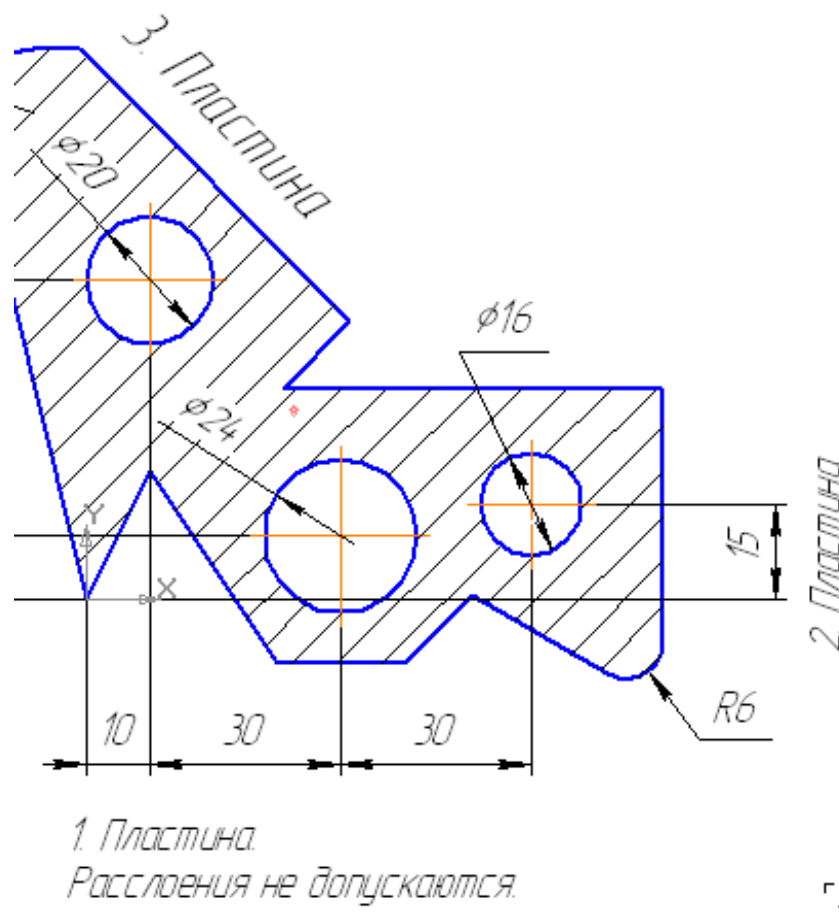

Рис. 13
4. Введите текст, показанный на рис. 13